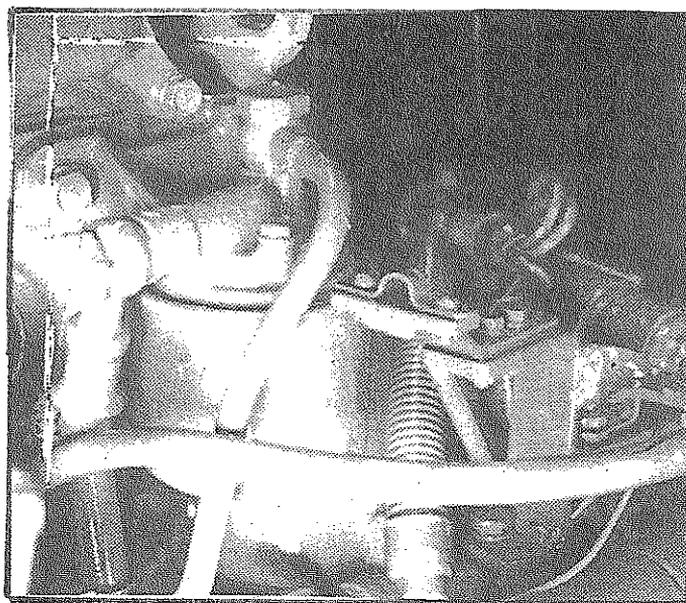

Fig. 16
- d) Desenroscar una o dos vueltas el tornillo de purga de aire situado en la parte superior del filtro de combustible (Fig. 16).